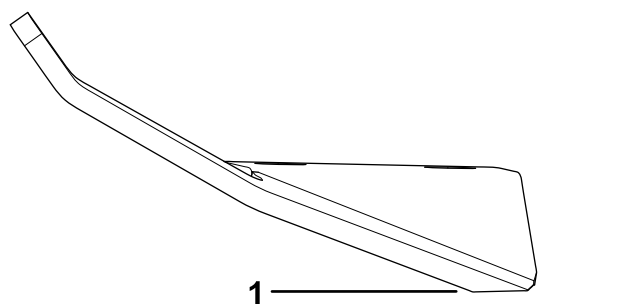

Figura 108
1. Folosește o pilă sau o unealtă de ascuire pentru a ascui marginea de tăiere la ambele capete ale ansamblului lamei (Figura 108).
Notă: Dacă ansamblul lamei nu este echilibrat, pili capătul mai greu al lamei, doar în zona suprafeței velice (Figura 108).